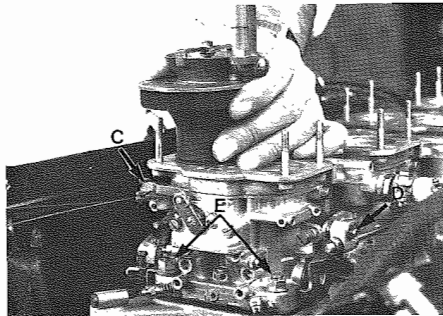

Fig. 21 - C - Morsetto cavo starter
- Allentare il morsetto cavo starter C (**Fig. 21**).
- Togliere il fermo D e staccare il tirante comando carburatori (**Fig. 21**).
- Loosen starter C cable clamp (**Fig. 21**).
- Remove retainer D and disconnect carburettor control rod (**Fig. 21**).